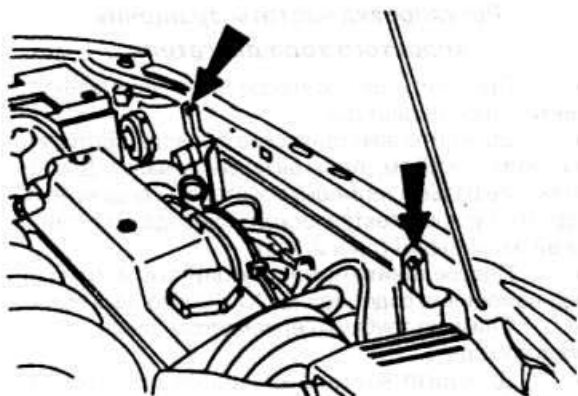

Рис. 2.98
- ♦ Отвинтите два крепежных болта и выньте радиатор (рис. 2.98 и 2.99).